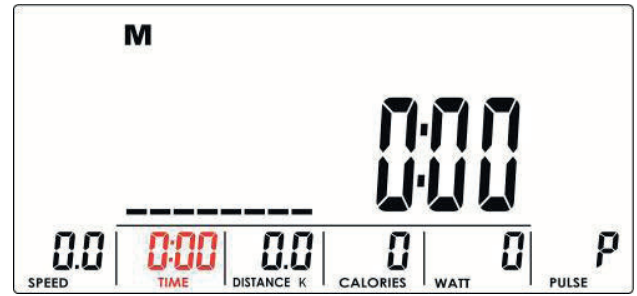

Abbildung 5
3. Geben Sie die Zeit (Abb. 5), die Entfernung (Abb. 6), die Kalorien (Abb. 7) und den Puls (Abb. 8) mit dem Encoder ein. Bestätigen Sie mit MODE / ENTER.